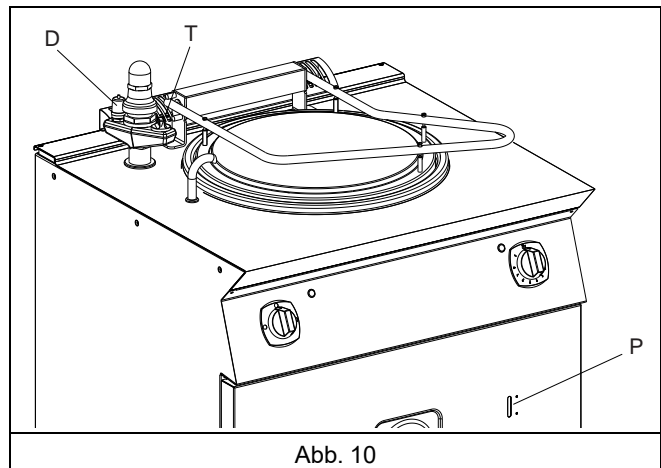

Abb. 10
Siehe Abb. 10.
1. **Indirekte Version:** 10-15 Minuten nach dem Einschalten des Geräts durch Drücken auf das Entlüftungsventil "D" die Luft aus dem Doppelmantel ablassen (siehe Abb. 10). Durch das Entlüften wird ein optimaler Druck (gleichmäßigeres Garen und Energieersparnis) im Doppelmantel gewährleistet.
1. Das Ablaufventil "B" öffnen, um den Kessel zu entleeren und zu reinigen (siehe Abb. 10).